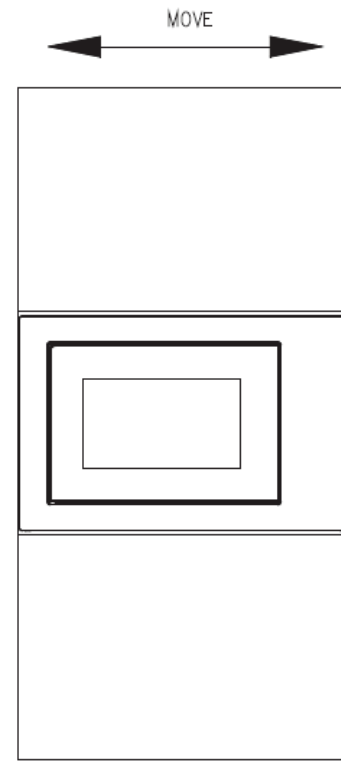

Fig.3
**3- Bewegen Sie das Gerät parallel im Küchenschrank gemäß der Pfeilrichtung in der Abbildung und halten Sie es zentriert. (Abb. 3)**